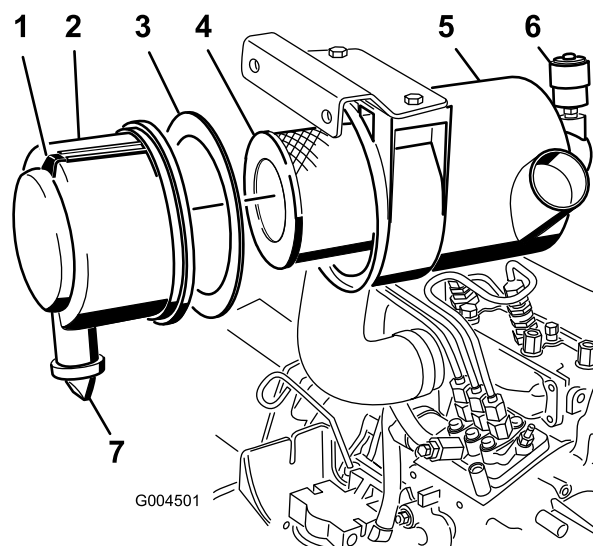

Figure 34
3. Faites l'entretien du filtre à air quand l'indicateur de colmatage est rouge ou toutes les 400 heures (plus fréquemment si vous travaillez dans une atmosphère extrêmement poussiéreuse ou sale) (Figure 34).